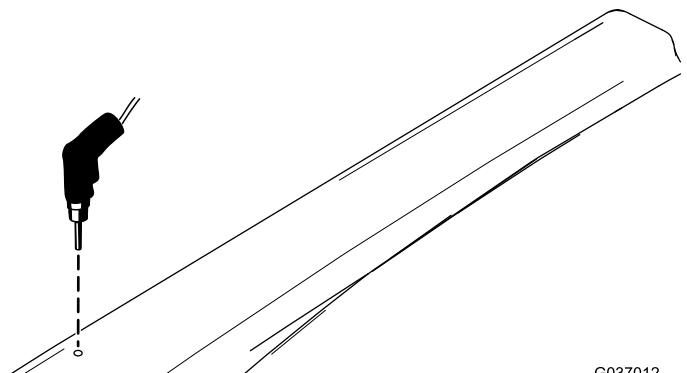

Рисунок 13
15. Используя отверстия в верхней части опорных кронштейнов крыши как шаблоны, просверлите по одному отверстию диаметром 7,9 мм на каждой стороне солнцезащитного навеса (Рисунок 13).